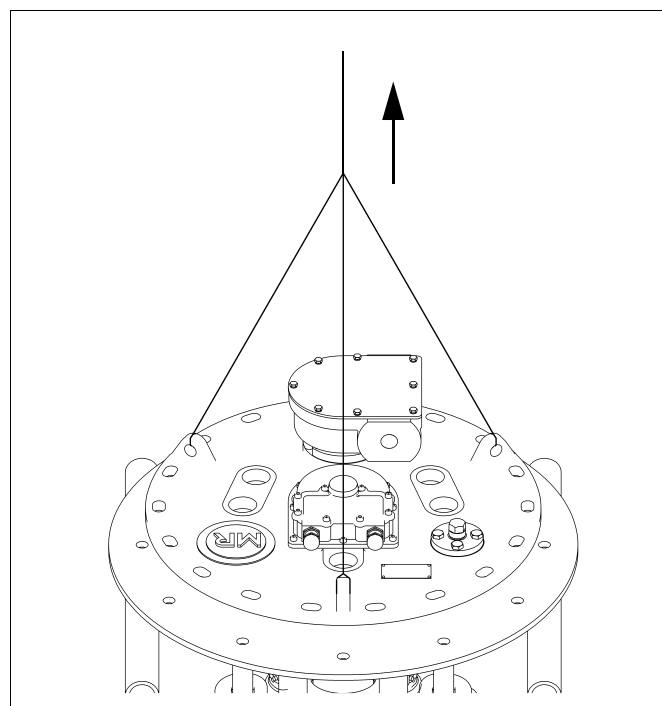

рис. 105 Снятие головки ПБВ
8) Снимите головку устройства ПБВ (рис. 105).